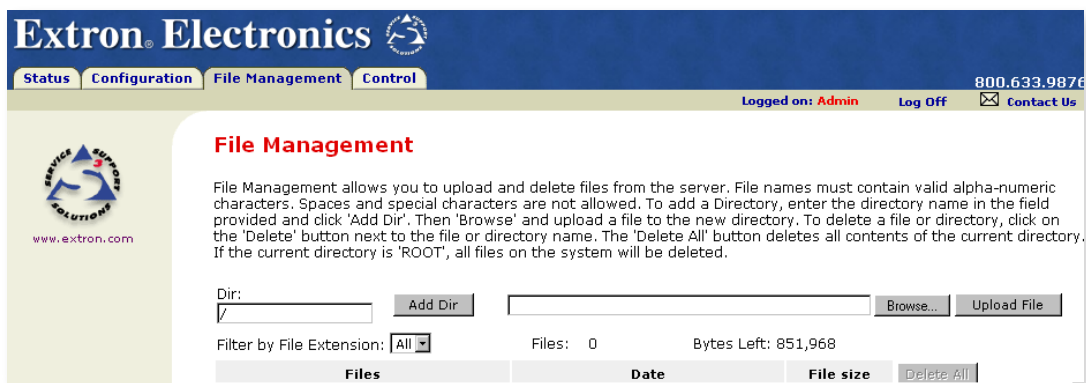

図 4-7 ウェブサーバーのファイル管理画面
1. File Management (ファイル管理) タブをクリックし、File Management ページ (図 4-7 を参照) を開きます。
1. File Management (ファイル管理) タブをクリックし、File Management のページ (図 4-7 を参照) を開きます。